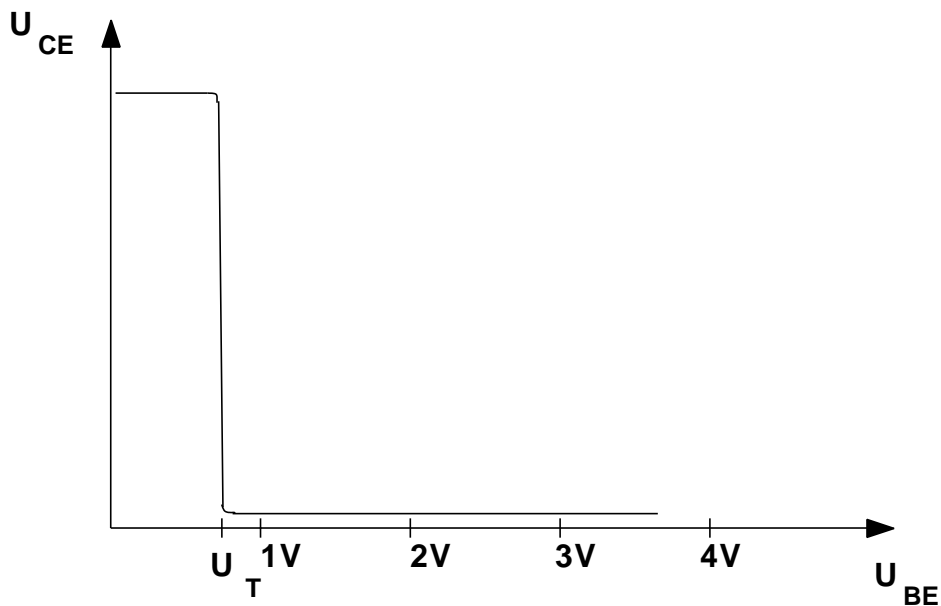

Abb. 4.2: Die Übertragungskennlinie eines Inverters.
9. Überlegen Sie grafisch welche Pulsweiten sich ergeben wenn eine Vorspannung von 0,5V anliegt, im Vergleich zu einer Vorspannung von 0V. Nehmen Sie als Amplitude der Sinusschwingung 1V an. Benutzen Sie Abb. 4.2